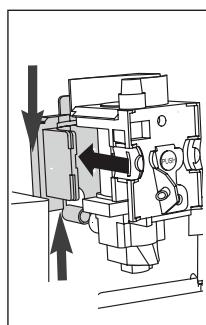

Fig. 42
- După curățare, înlocuiți unitatea de infuzare (A5) făcând-o să alunecă pe suportul interior și pe șiftul din partea de jos, apoi apăsați simbolul PUSH (ÎMPINGERE) până când se fixează în poziție (Fig. 42).